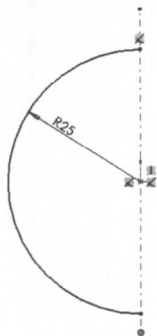

图 1-2 绘制的草图
2. 绘制草图。在左侧的“FeatureManager 设计树”中选择“前视基准面”作为绘制图形的基准面。单击“草图”工具栏中的“中心线”图标, 绘制一条通过原点的中心线, 长度大约为 70; 单击“草图”工具栏中的“原点/起/终点画弧”图标, 绘制圆心为原点的半圆; 单击“尺寸/几何关系”工具栏中的“智能尺寸”图标, 然后单击半圆的边缘一点, 弹出“修改”对话框, 在对话框中输入值 25。单击“确定”图标, 结果如图 1-2 所示。